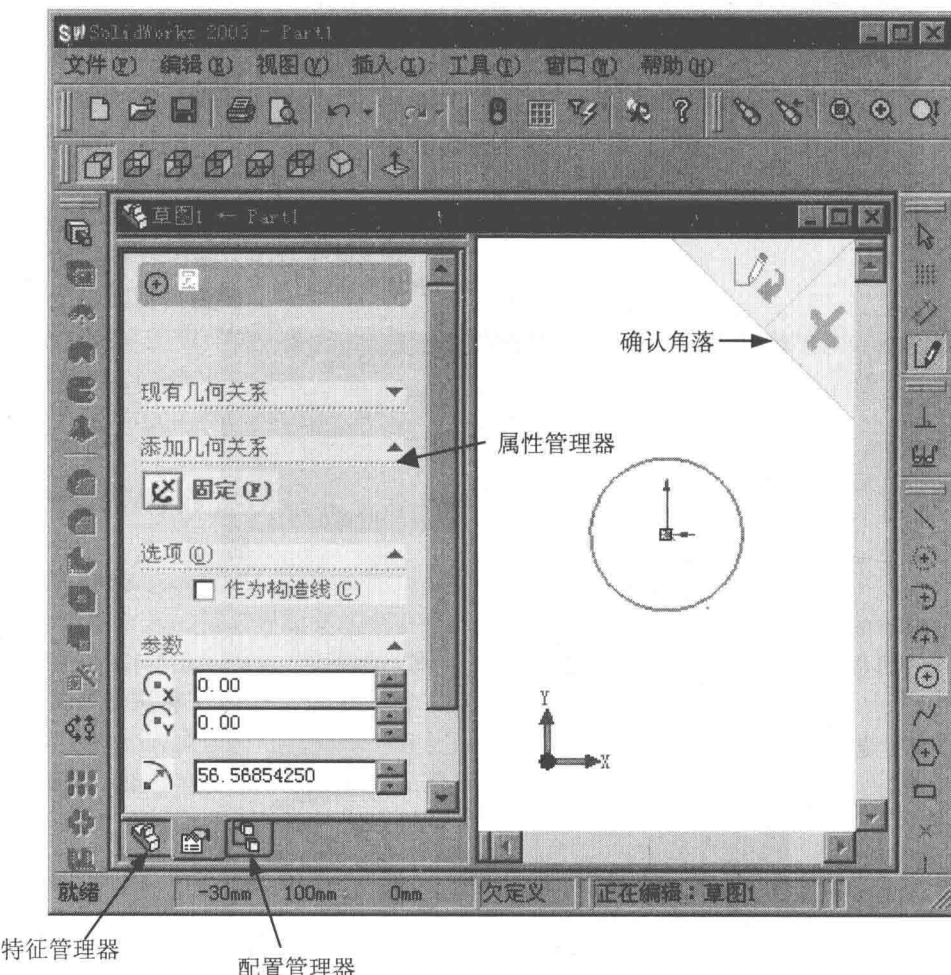

图 1.8 属性管理器界面
- ◆ 通过选择左侧窗格底部的标签，可以在特征管理器、属性管理器、配置管理器和“插件”之间切换，如图 1.8 所示。
显示草图、特征、装配体等功能的相关信息和用户界面，如图 1.8 所示。